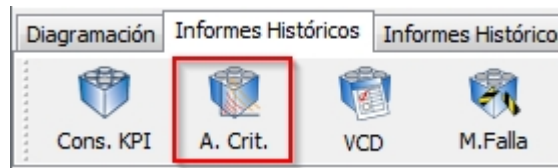

Ilustración 2: Icono de selección del Plugin Análisis de Criticidad
- Seleccionar el ícono “**A. Crit.**” () de la barra de herramientas **Informes Históricos**. Con ello se abrirá la ventana principal del plugin (Ver Ilustración 2).